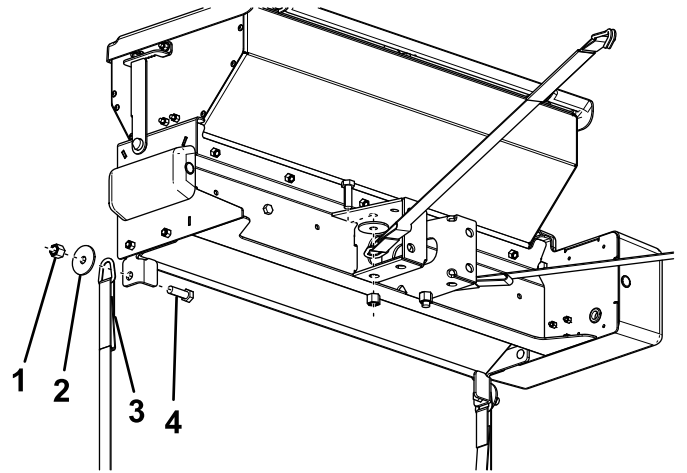

图 18
5. 如图 18 所示用 4 个螺栓 1/2 x 1 1/2 英寸、垫圈 1/2 英寸和锁紧螺母 1/2 英寸将棘轮带固定撒布机。